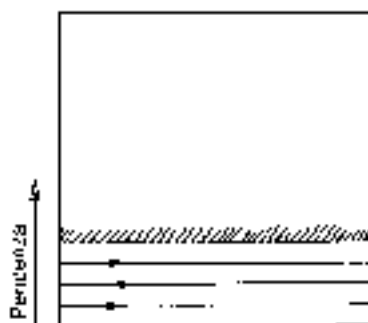

Fig. 20
c) **Funzionamento su pendii con aree irregolari** (Fig. 20/21/22)